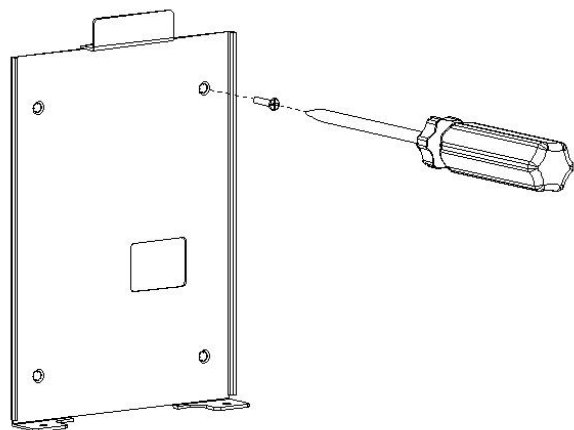

图 3-1
- 1.用螺丝刀和 4MM 自攻螺丝将安装板锁紧至与墙面贴平，如图 3-1 和 3-2 所示